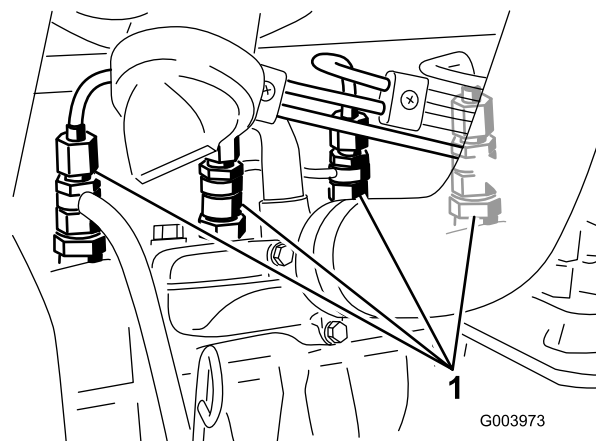

Figure 41
1. Desserrez le raccord entre l'injecteur N° 1 et le porte-injecteurs (Figure 41).